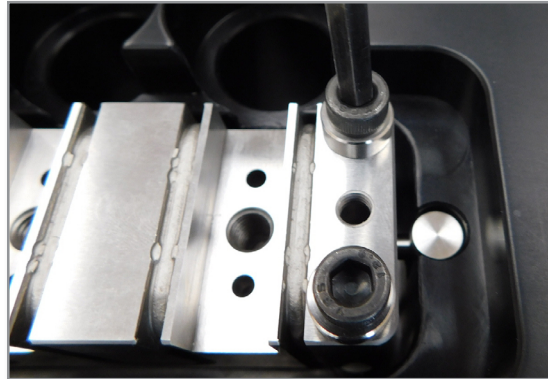

Figura 19-21 Instalación de arandelas y pernos
5. Instale las cuatro arandelas de titanio y los cuatro pernos M6. Apriete a 14 Nm (10 ft-lb). Consulte la Figura 19-21.